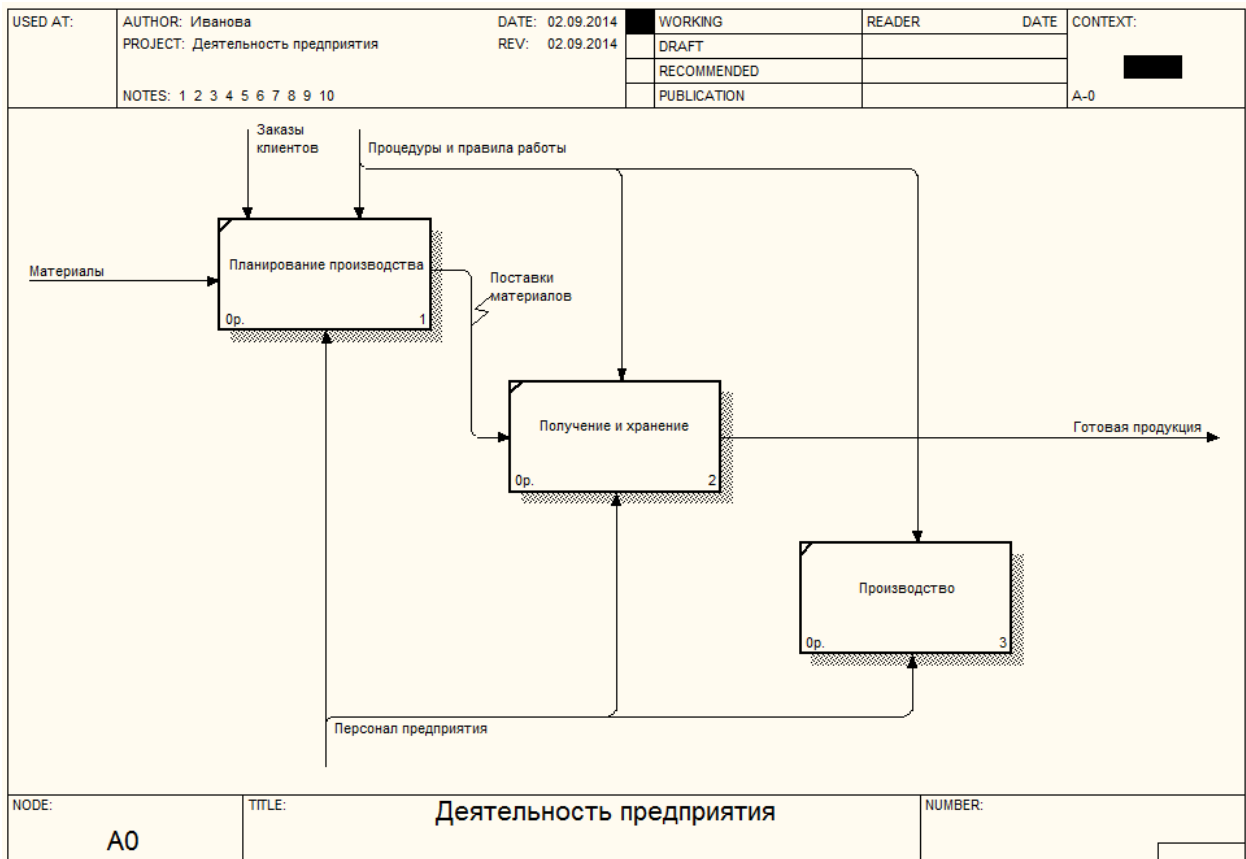

Рис. 22. Создание внутреннее стрелки *Поставки материалов*
8. Создайте внутреннюю стрелку *Поставки материалов*, идущую из блока *Планирование производства* к блоку *Получение и хранение* (рис. 22). Для нее в окне *Arrow Properties* (*Свойства стрелки*) на вкладке задайте *Definition* (*Определение*) – *Сырье и материалы, закупленные у поставщиков*. Щелкните правой кнопкой мыши по стрелке и в контекстном меню выберите команду *Squiggle* (*Волнистая ссылка*).